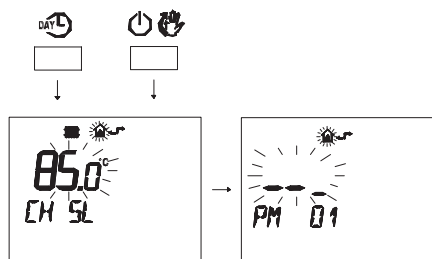

Figura 5.43
- Premendo il tasto 13 (Figura 5.23) si ottiene la conferma del valore inserito. Sul display appare per 3 sec. la scritta "Ok" (Figura 5.43), per poi visualizzare la lista dei parametri (Figura 5.26).
- Premere contemporaneamente i pulsanti  e  per entrare nella programmazione trasparente (Figura 5.43).